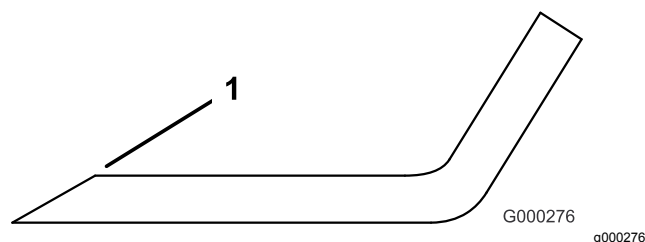

Figura 114
- Examine as partes cortantes de todas as lâminas. Afie as extremidades de corte se estas apresentarem sinais de desgaste ou ranhuras. Afie apenas a zona superior da parte cortante e mantenha o ângulo de corte original para garantir um desempenho eficaz da lâmina (Figura 114). A lâmina mantém o equilíbrio se for retirada a mesma quantidade de metal de ambas as partes cortantes.